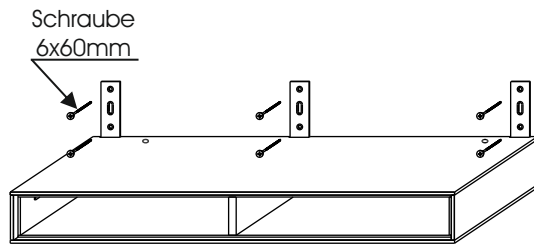

Abb. 5
- Damit das Möbel voll belastet werden kann, müssen Sie die Träger mit je zwei weiteren Schrauben fixieren. Verwenden Sie hierzu die 6x60mm Schrauben und die 8mm Kunststoffdübel. (Abb.5)